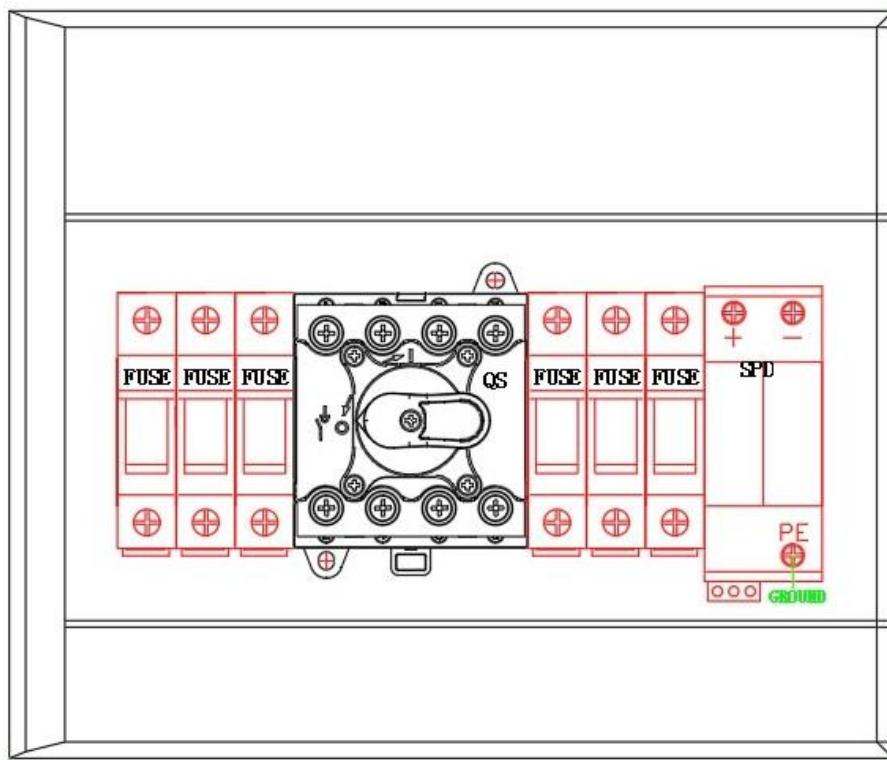

Рисунок 4.28 – Выключатель PVBox в положении «OFF».
**Шаг 3.** Произведите обратную сборку корпуса и переведите выключатель в положение «OFF» (Рисунок 4.28).